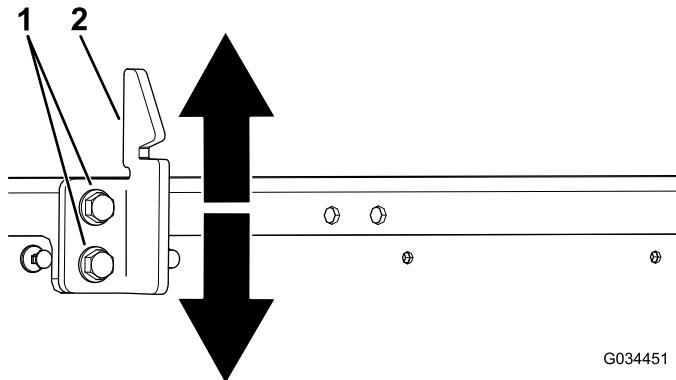

Figure 52
3. Desserrez les 2 boulons sur la gâche du loquet et montez ou descendez la gâche selon qu'elle est trop haute ou trop basse (Figure 52).
4. Serrez les 2 boulons sur la gâche du loquet du plateau (Figure 52).